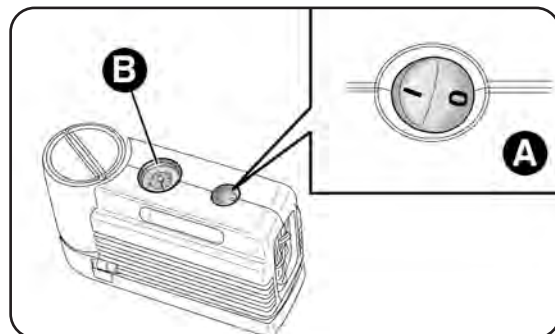
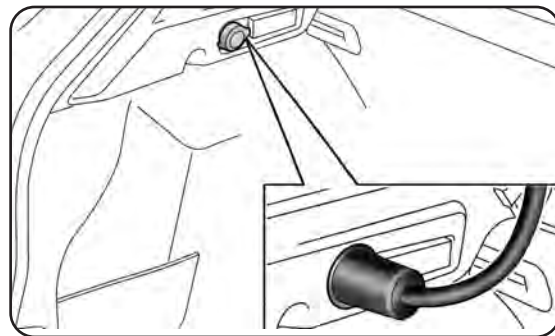

fig. 126
fig. 126a
- assicurati che l'interruttore A-fig. 126 del compressore sia in posizione 0 (spento), avvia il motore, inserisci la spina nella presa di corrente ubicata nel bagagliaio (vedi fig. 126a)/accendisigari sul tunnel centrale (vedi fig. 127), accendi il compressore portando l'interruttore A-fig. 126 in posizione I (acceso);
- gonfia il pneumatico alla pressione indicata nel paragrafo “Ruote” nel capitolo “Dati tecnici”. Per ottenere una lettura più precisa verifica il valore della pressione sul manometro B-fig. 126 con compressore spento;